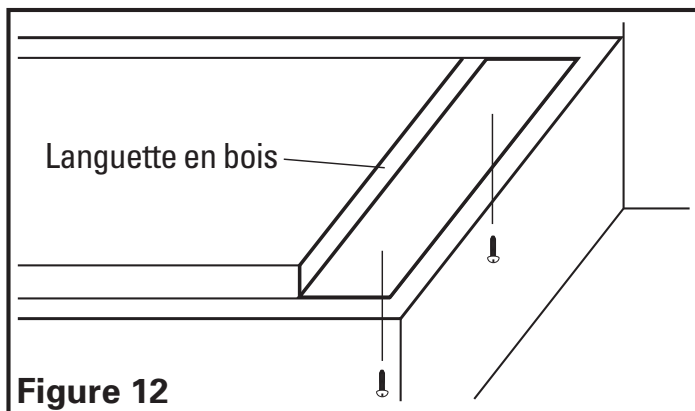

Figure 12
1. Si le couvert sera installé sous des armoires qui ont un fond en retrait, il sera nécessaire d'installer des bandes de montage en bois (non-comprises) pour que le couvert s'installe adéquatement (Figure 12).